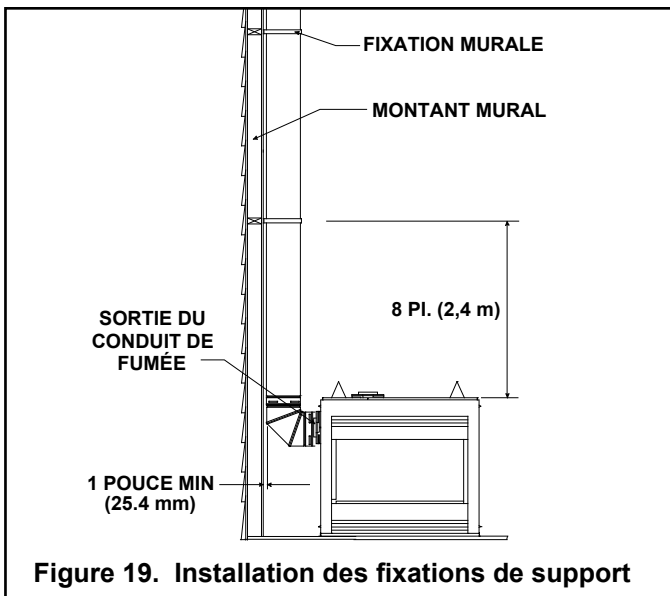

Figure 19. Installation des fixations de support
Pour les acheminements verticaux - Le système d'évents doit être supporté tous les huit (8) pieds (2,4 m) au-dessus de la sortie du conduit de fumée du foyer par des fixations murales (voir la figure 19).